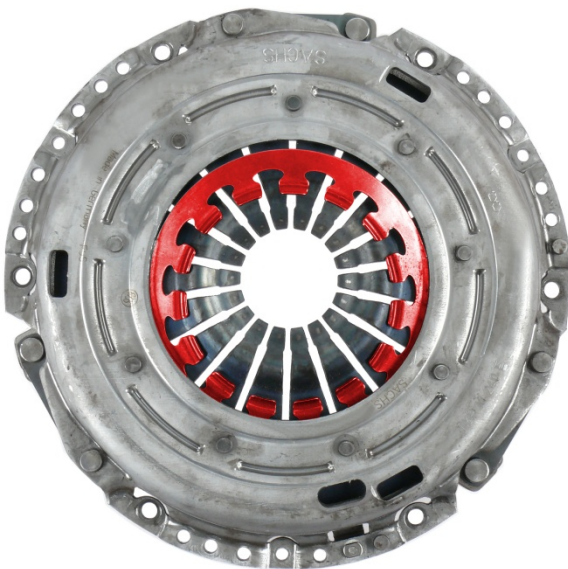

Fig. 4: Zusatzfeder verrutscht / Supplementary spring out of position / Ressort auxiliaire déplacé / Desplazamiento del resorte adicional
Die Zusatzfeder (1) kann beim Einbau verrutschen (Abb. 4) und die Funktion der Kupplung beeinflussen.
- Die Druckplatte (3) mit dem Spezialwerkzeug (2) deshalb **nur** soweit vorspannen, bis das Gehäuse der Druckplatte (3) gleichmäßig an der Anschraubfläche des Schwungrads (4) anliegt (Abb. 3). Das Spezialwerkzeug **nicht** weiterdrehen, da sich die Zusatzfeder (1) sonst löst (Abb. 4).
- Befestigungsschrauben der Druckplatte (3) mit dem vorgeschriebenen Anzugsmoment anziehen (Angaben des Fahrzeugherstellers beachten).
During installation, the supplementary spring (1) can slip (Fig.4) and negatively impact the operation of the clutch.
- For this reason, using the special tool (2), only apply tension to the pressure plate (3) until the housing of the pressure plate (3) lies evenly on the bolt mounting surface of the flywheel (4) (see Fig.3). Do **not** continue to tighten the supplementary spring (1) because it will slip out of position (Fig.4).
- Tighten the mounting bolts on the pressure plate (3) to the specified torque (follow the specifications provided by the vehicle manufacturer).
Le ressort auxiliaire (1) peut se déplacer lors du montage (fig.4) et avoir un effet négatif sur l'embrayage.
- Pour cette raison, **uniquement** précontraindre le plateau de pression (3) à l'aide de l'outil spécial (2) jusqu'à ce que le boîtier du plateau de pression (3) soit uniformément appuyé sur la surface de vissage du volant d'inertie (4) (fig.3). **Ne pas** continuer à tourner l'outil spécial, sinon le ressort auxiliaire (1) risque de se déplacer (fig. 4).
- Serrer les vis de fixation sur le plateau de pression (3) avec le couple de serrage spécifié (respecter les instructions du constructeur de véhicules).
El resorte adicional (1) puede desplazarse durante la instalación (Fig.4) e influenciar negativamente la función de los acoplamientos.